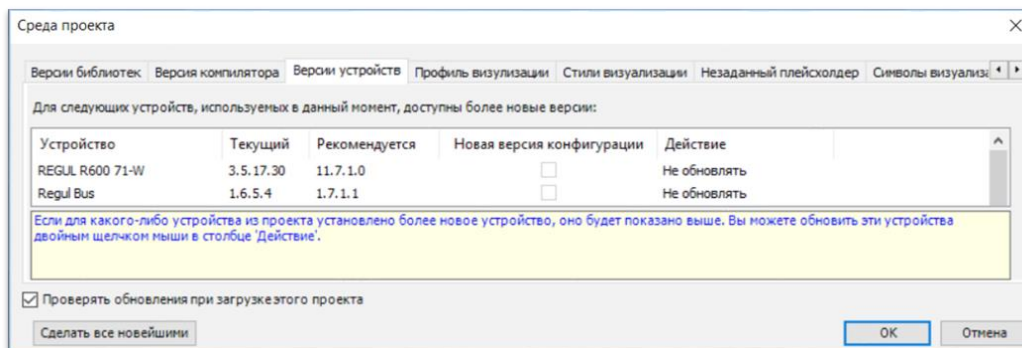

Рисунок 237 – Среда проекта. Версии устройств
- в проекте должна использоваться версия устройства 3.5.17.30 модуля ЦП. Текущую версию устройства можно определить, перейдя в меню **Проект** ⇒ **Среда проекта** ⇒ **Версии устройств** (Рисунок 237);